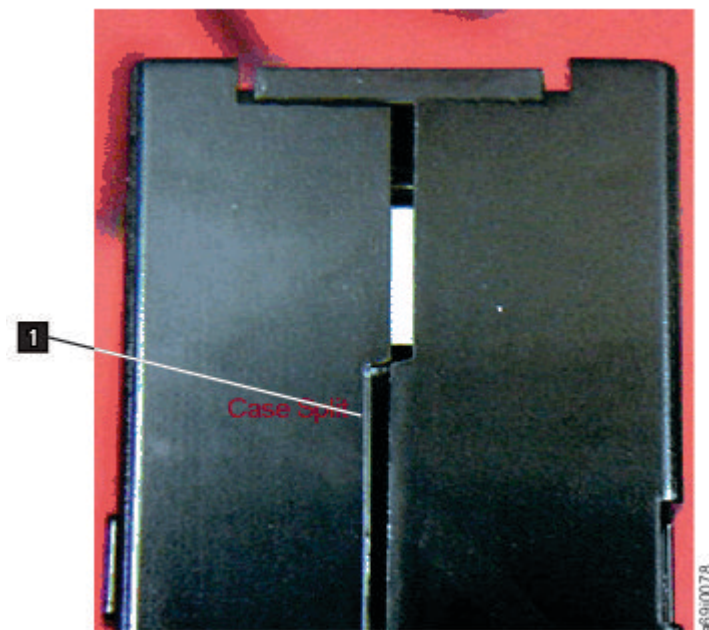

Figura 90. Comprobación de huecos en las juntas de un cartucho
- Revise la parte posterior del cartucho (la parte que se carga primero en el compartimento de carga de cintas) y asegúrese de que no hay huecos en la junta de la carcasa del cartucho. . Si aparece un hueco en la junta (consulte Figura 90), es posible que la patilla guía esté desenganchada.